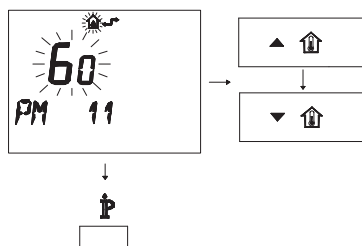

Figura 5.37
- Per modificare il SET programmato agire sui pulsanti **▲** **⬆** o **▼** **⬆** e aspettare che il numero programmato cominci a lampeggiare (Figura 5.37). Ogni passo incrementato o decrementato corrisponde a 1 secondi.